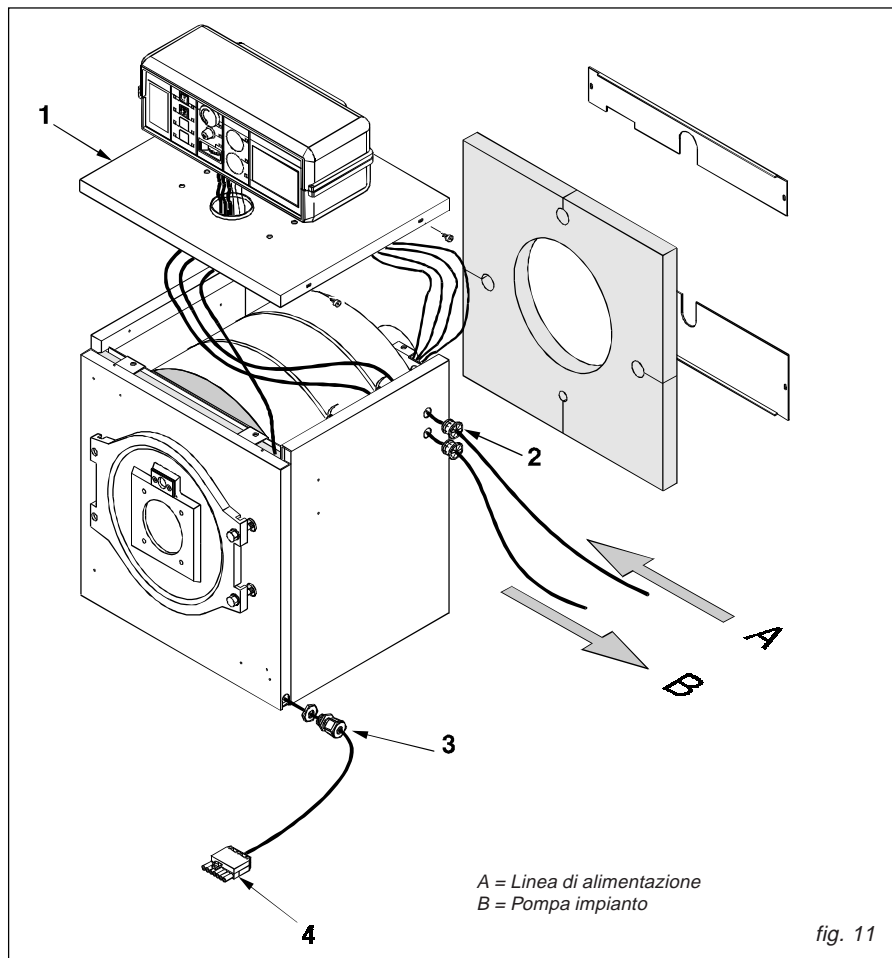

fig. 11
- Inserire, attraverso i passacavi (fig. 11, pos. 2) dalla parte posteriore dei fianchi della caldaia, nel lato più conveniente, i cavi necessari (alimentazione, pompa, termostati ambiente, etc.) portandoli fino all'altezza della posizione del pannello strumenti.